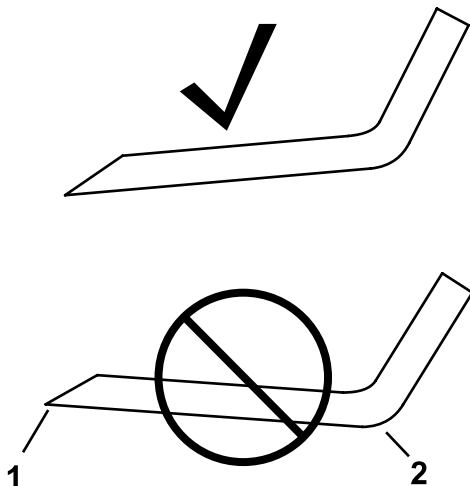

**Bild 78**
der Schnittkante und behalten dabei den ursprünglichen Schnittwinkel bei, um die Schärfe des Messers zu gewährleisten (Bild 78).
6. Wenn das Messer stumpf ist oder Kerben hat, schärfen Sie nur die Oberseite der Schnittkante und behalten den Originalschnittwinkel bei (Bild 78).